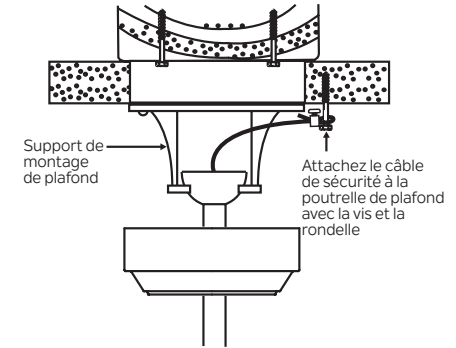

Fig. 11
**Étape 1.** Fixez la vis en bois fournie et les rondelles à la poutrelle du plafond à côté du support de montage, mais ne serrez pas. (Fig. 11)